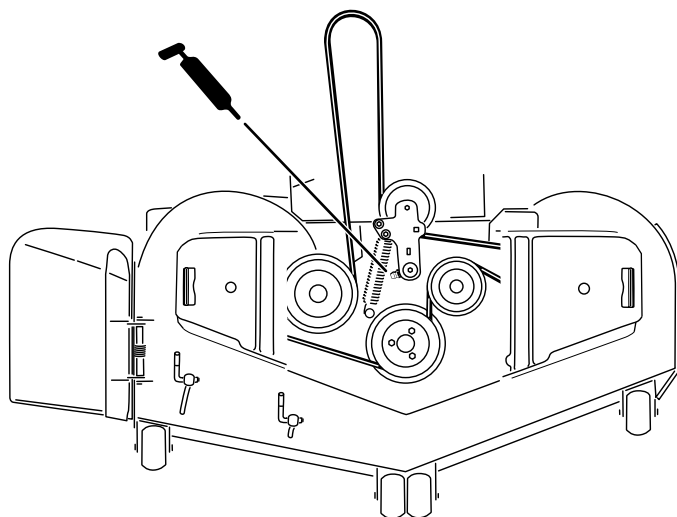

Figura 45
3. Engrase el pivote de la polea tensora de la carcasa de corte hasta que salga grasa por el extremo inferior (Figura 45).